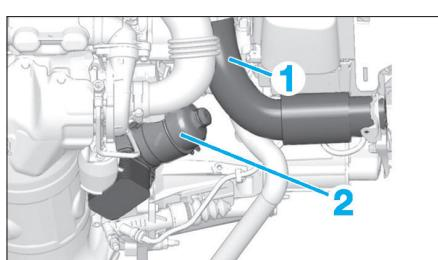

Fig. 19
- le manchon d'aspiration de la boîte à air (1) (**Fig.19**),
- le bouchon du filtre à huile (2).